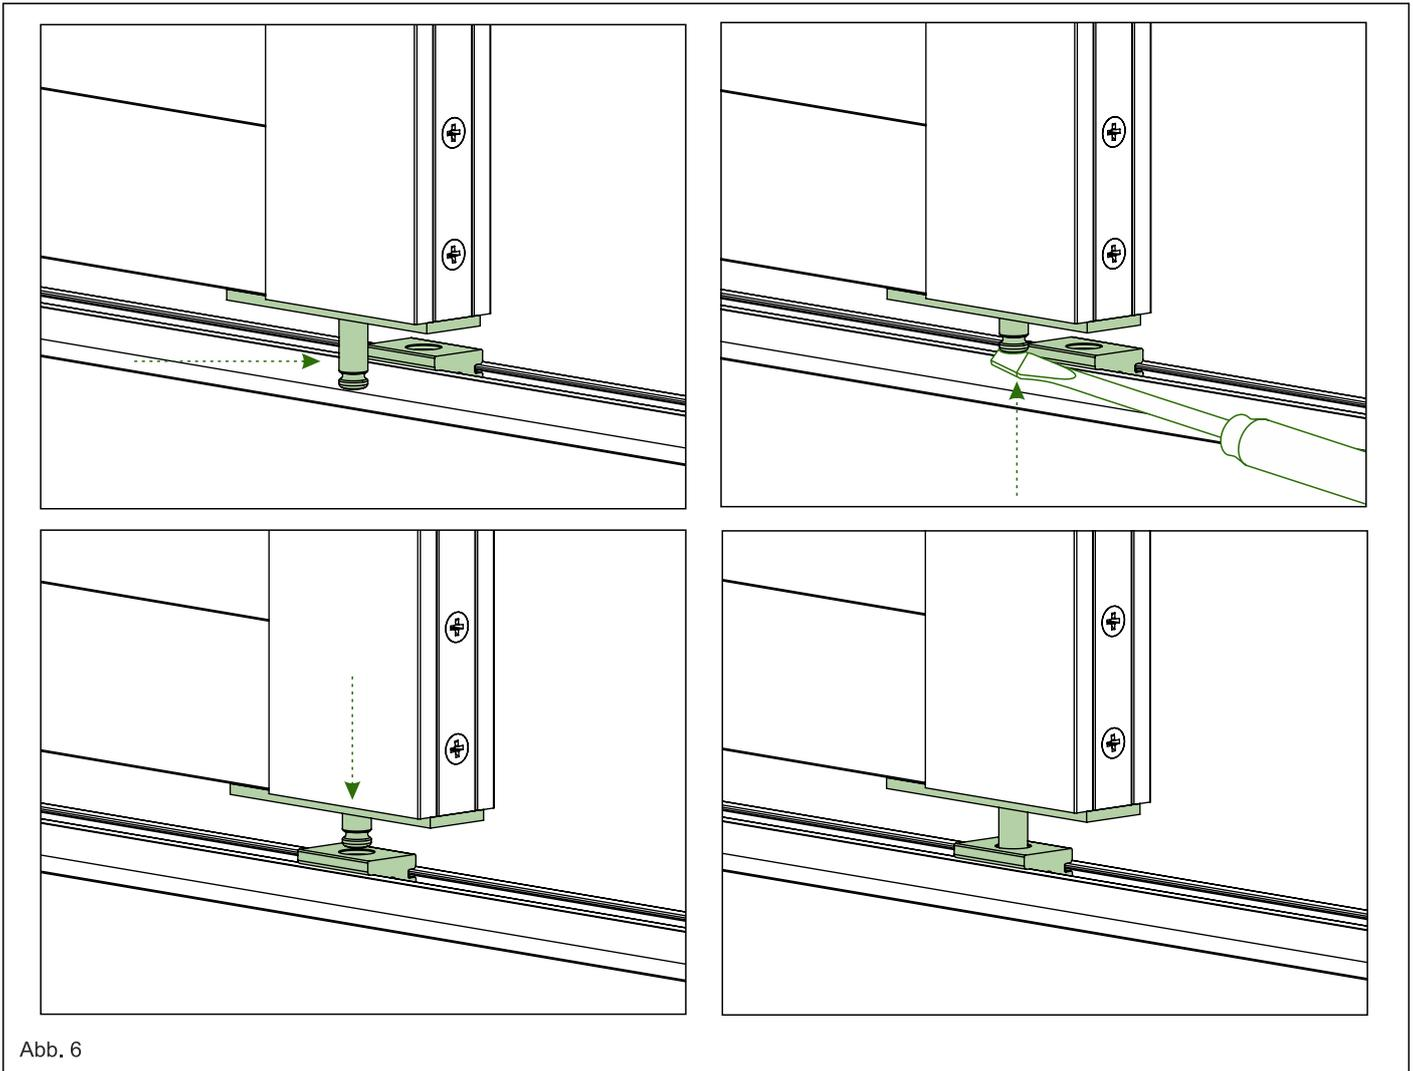

Abb. 6
5. Setzen Sie als letztes den unteren Bolzen der Lamellentür in den Schienenschlitten. hierfür drücken Sie den Bolzen mit einem Schraubenzieher nach innen und setzen diesen dann in die Öffnung des Schienenschlittens ein. Die Schiebewand ist somit fertig. Siehe Abb. 6.